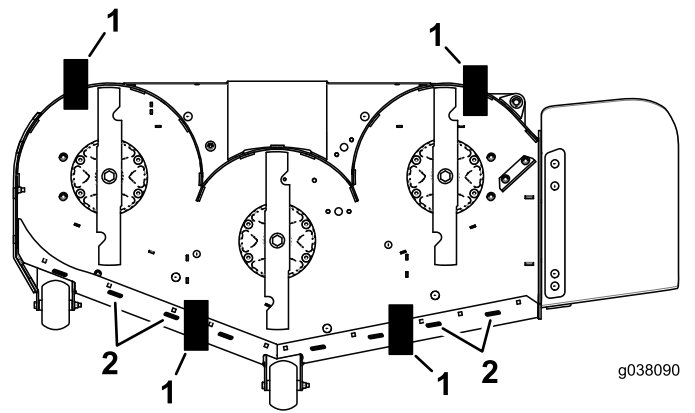

Bild 85
11. Legen Sie zwei Blöcke (siehe Blockhöhen- und Rechentabelle) unter die hintere Kante des Mähwerks, einen Block an jeder Seite des Mähwerks (**Bild 85**).